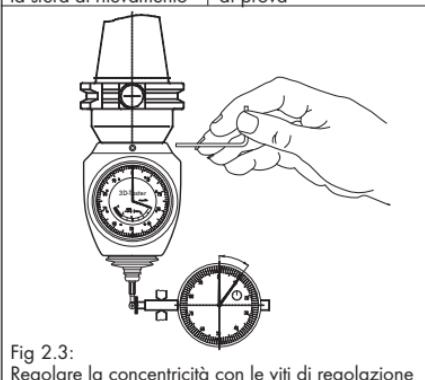

Fig. 2.3:
3. Allentare tutte le 4 viti di regolazione (chiave a brugola apertura 2, fig. 2.3)
6. Per impostare il tastatore ruotarlo in modo che due viti di regolazione poste una di fronte all'altra si trovino nella direzione di misurazione del calibro di prova. Portare l'indicatore del calibro di prova in posizione 0 utilizzando entrambe le viti di regolazione e la chiave fornita (fig 2.3).